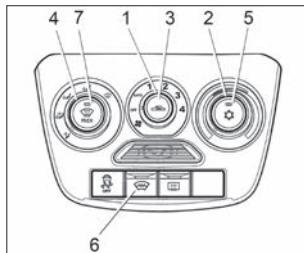

Рис. 39. Блок управления климатической системой (в вариантом исполнении)
2. Включите вентилятор, установив **рукоятку 1** (см. рис. 39) в одно из положений «1», «2», «3» или «4».
Для установки желаемой температуры воздуха в салоне поверните **рукоятку 2** (см. рис. 39) по часовой стрелке для повышения, против часовой стрелки для понижения. Температура будет поддерживаться автоматически в пределах производительности климатической установки и установленного допуска.
2. Поверните **рукоятку 2** (см. рис. 39) против часовой стрелки в левое положение до упора (синяя точка на блоке управления).
4. **Рукояткой 1** (см. рис. 39) включите максимальную скорость вентилятора климатической установки (положение «4»).
С помощью **рукоятки 2** (см. рис. 39) можно установить желаемую температуру воздуха в салоне. Климатическая система будет автоматически поддерживать установленную температуру воздуха в салоне в пределах производительности климатической установки и установленного допуска.
Для очистки ветрового и передних боковых стекол от запотевания, обмерзания или наружного обледенения в автоматическом режиме установите **рукоятку 1** управления вентилятором климатической системы в положение «**AUTO**», нажмите **кнопку 7** (см. рис. 39) с символом  Климатическая система автоматически:
Для включения/выключения ЭОВС нажмите **кнопку 6** (см. рис. 39), при включении загорается индикатор на кнопке выключателя. Контрольный световой индикатор, расположенный на кнопке выключателя, будет светиться желтым светом в течение всего времени работы системы электро-